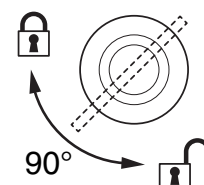

Figure 5:
- Voir Figure 5. Tournez les leviers des inserts à quart de tour de 90° dans le sens horaire pour verrouiller.